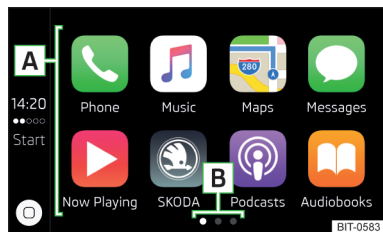

Fig. 190
- În meniul principal Apple CarPlay selectați aplicația dorită în zona **A** » fig. 190.